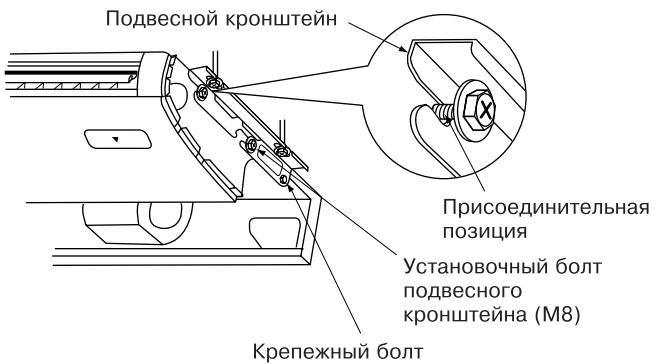

Рис. 10
(2) Приподнимите основной корпус комнатного блока и установите болт крюка (M8) на присоединительную позицию для крюка, выдвигая основной блок спереди. (См. рис. 10)
(3) Надежно закрепите болты для крюков (M8) на четырех установочных позициях слева и справа. (См. рис. 10)
(4) Снятые ранее винты для крюков (M5) установите обратно и надежно закрепите на 2 позициях слева и справа. Это необходимо для предотвращения любых отклонений основного корпуса комнатного блока вперед и назад. (См. рис. 10)